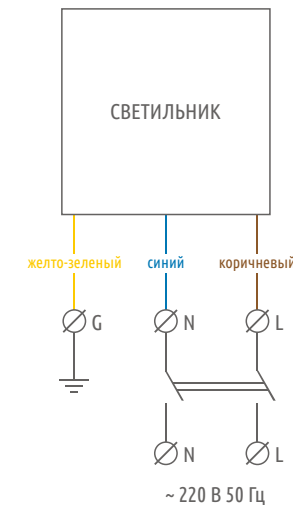

Рис. 2. Схема подключения светильника.
- Подключить провода согласно рис.2 к клеммной колодке.